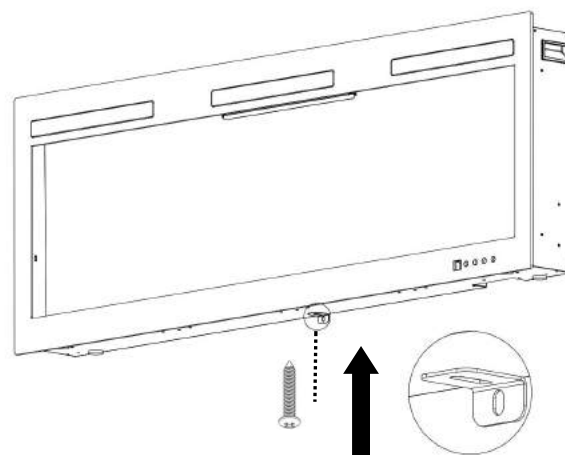

Fig 4-2
B. Utilizando el tornillo retirado anteriormente, fije el soporte en L (suministrado) a la parte inferior de la caja de la chimenea. (Fig 4-2)